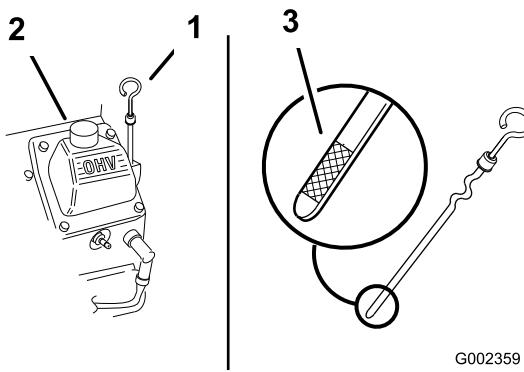

Figura 16
- Limpe a zona em redor da vareta de óleo (Figura 16), para evitar que entre sujidade no orifício de enchimento e possíveis danos no motor.
- Retire a vareta, limpe-a e volte a colocá-la até ser completamente introduzida (Figura 16).
O nível do óleo deve estar acima da marca Full (Cheio) na extremidade metálica da vareta (Figura 16).
- Se o nível de óleo se encontrar abaixo da marca Full (Cheio) da vareta, retire a tampa do tubo de enchimento (Figura 16) e adicione óleo até que o nível atinja a marca Full. **Não encha demasiado.**